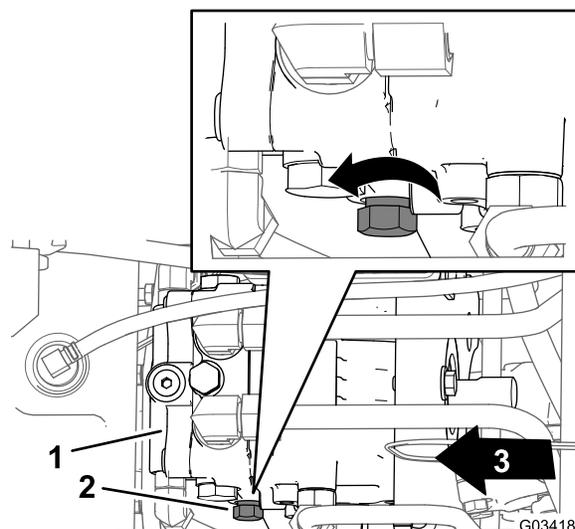

図 32
- 油圧ポンプの左側にあるバイパスバルブのコントロールノブを探し出す **図 32**。
- ノブを左に3回転させる **図 32**。
- コントロールノブ **図 32**を右に回して閉じる抵抗が感じられるようになるまで回す。